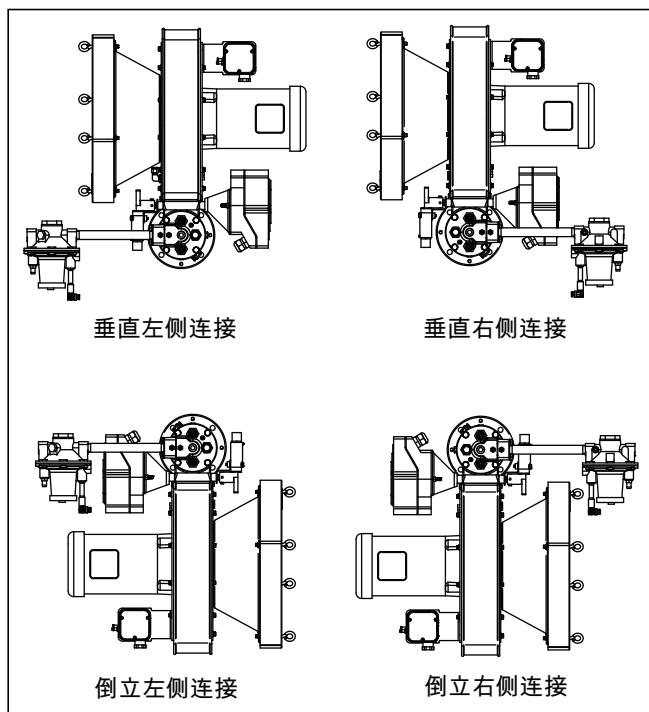

图 3.1. 配置选择和电机方向选择
- 燃料类型：热量值的变化，专门的比重以及专门的指数计量会影响燃烧器的运作。假如任何参数的变化超过图 3.1 规定的 ± 5%，请联系 Eclipse 公司以检查燃料的适用性。每一个 RatioMatic 燃烧器性能数据，尺寸和规格的详情请参阅数据表 110-1 至 110-17。